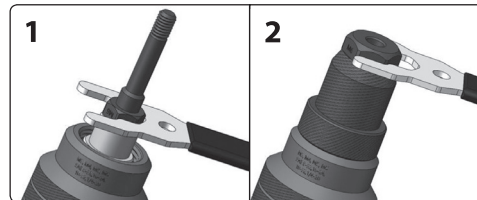

Fig. 3
1) All'interno dell'adattatore da trapano a rivettatrice per inserti filettati avvitare una testina per inserto filettato con un dado (passaggi 1 e 2 illustrati nella Fig. 3). La testina per inserto filettato è composta da due pezzi (asse centrale filettato e dado superiore), illustrati nella Fig. 3. La misura della testina deve essere scelta in base alla misura dell'inserto filettato da piazzare. La misura e la lunghezza dell'inserto filettato devono essere scelti in base al diametro e alla profondità del foro praticato in precedenza e in base ai materiali da unire, altrimenti la giunzione non avverrà correttamente. La misura dell'inserto filettato deve corrispondere al valore marcato sulla testina per inserto (ad esempio, M5). Successivamente stringere la testina per inserto filettato con la chiave inglese in dotazione (Fig. 3, passaggio 2).